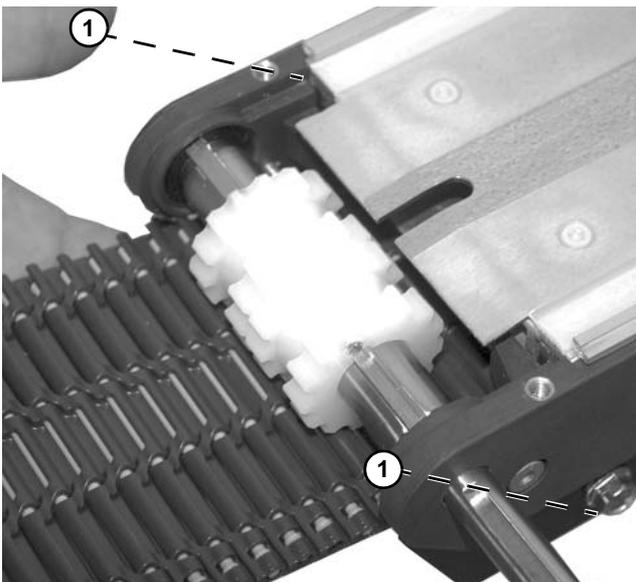

Abbildung 30
7. Band abnehmen und es dafür aus den unteren Verschleißstreifen herausziehen (Abbildung 30, Teil 1).